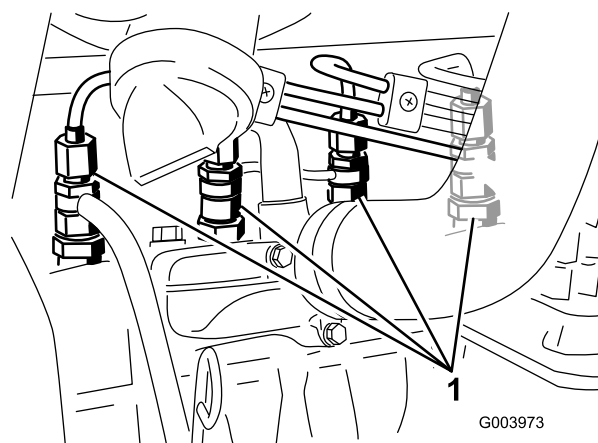

Figura 31
1. Liberte a tubagem que se encontra ligada ao injector nº 1 e à estrutura de suporte da bomba de injeção (Figura 31).